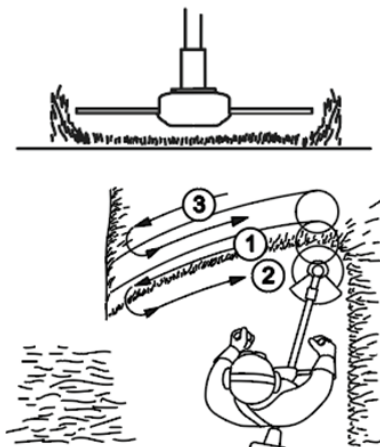

Рисунок 10. Схема скошування трави на ділянках вільних від перешкод.
3. Під час скошування плавно рухати виробом з боку в бік (рис. 10), намагаючись водночас утримувати різальну частину виробу на однаковій висоті над землею. Не намагатися скошувати високу траву за один раз. Це може призвести до намотування трави та перевантаження двигуна. Скошування високої трави рекомендовано починати поступово, починаючи з верхівки.